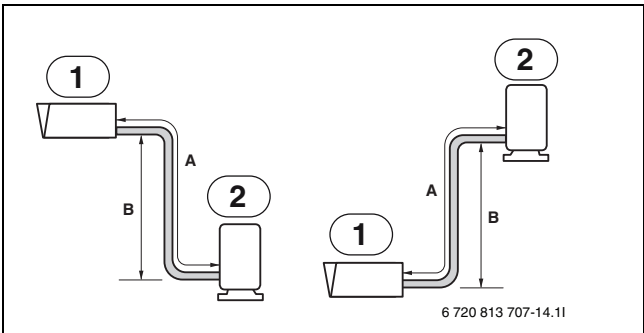

Fig. 15
2. Fastlæggelse af rørføringsretningen: nedad se (→fig. 15)